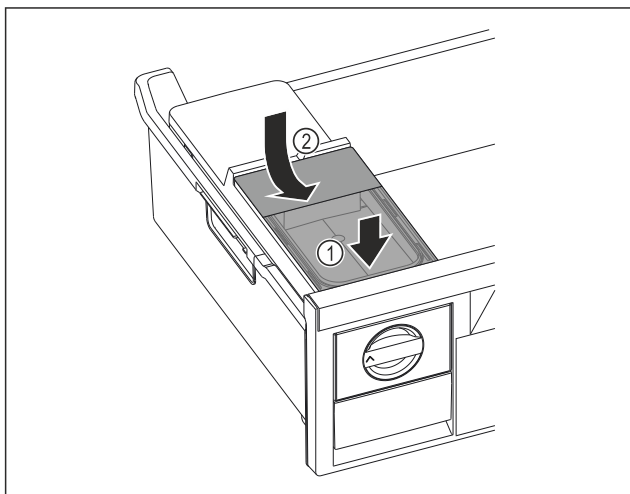

Fig. 82
- Postavite spremnik za vodu sprijeda. Fig. 82 (1)
- Spustite spremnik za vodu straga. Fig. 82 (2)